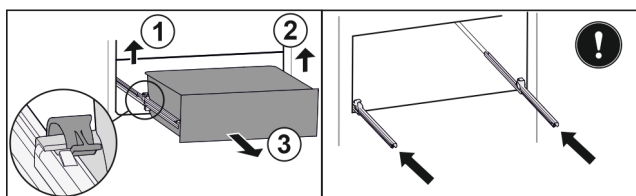

Fig. 118
- Zvedněte levou svorku a současně vytáhněte zásuvku vlevo dopředu. Fig. 118 (1)
- Zvedněte pravou svorku a současně vytáhněte zásuvku vpravo dopředu. Fig. 118 (2)
- Vyjměte zásuvku dopředu. Fig. 118 (3)